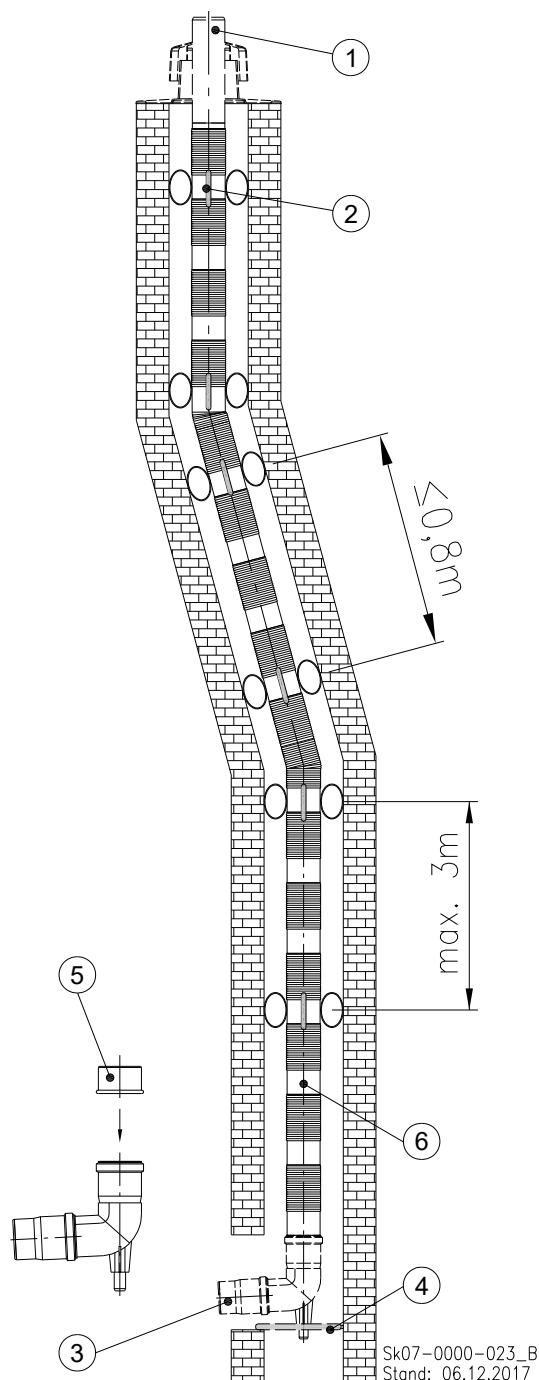
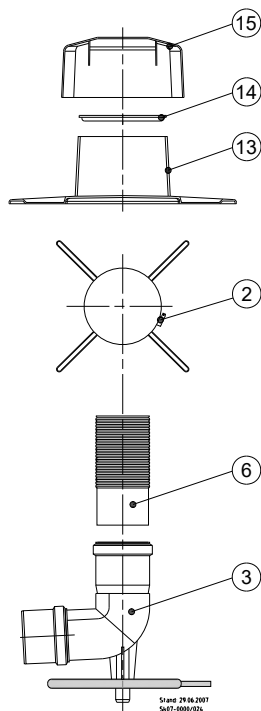

Abb. 59: Kaminsystem, flexibel
Abb. 61: Detail-Zeichnung Befestigung Schachtabdeckung
Legende zu Abb. 59:
- ➔ Säubern und entgraten Sie das Einsteckende des Abgasrohres ⑥ (s. Abb. 59).
- ➔ Reiben Sie das Einsteckende des Abgasrohres ⑥ mit säurefreiem Gleitmittel ein.
- ➔ Stecken Sie das sichtbare glatte Ende des Abgasrohres ⑥ in den auf dem Auflager sitzenden Stützbogen ③.
Legende zu Abb. 61:
②	Abstandhalter
③	Stützbogen mit Auflager
⑥	Flexibles Abgasrohr
⑬	Unterteil der Schachtabdeckung
⑭	Flexrohrklemme
⑮	Abdeckhaube
- ➔ Schieben Sie als erstes das Unterteil der Schachtabdeckung ⑬ (s. Abb. 61) über das Leitungsende Abgasrohr ① (s. Abb. 59).
- ➔ Spreizen Sie die Flexrohrklemme ⑭ auf.
- ➔ Schieben Sie die aufgespreizte Flexrohrklemme über das Leitungsende bis zum Unterteil der Schachtabdeckung ⑬.